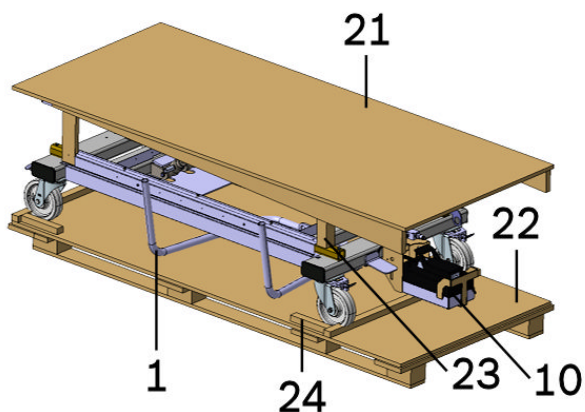

Figure 8: Table élévatrice à ciseaux sur la palette
1. Retirer les baguettes en bois (24) devant les roues pivotantes (6) (voir Figure 8).
2. Pour relâcher le freinage, relever la pédale de frein (12).
3. Tenir le bras (1). Faire lentement rouler la table élévatrice à ciseaux le long de la rampe (21) avec l'aide d'un assistant.
2. Retirer les chevilles en bois (23) de la table élévatrice à ciseaux (voir Figure 8).